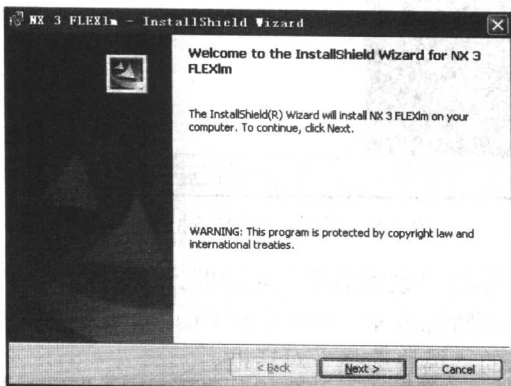

图 1-3 “服务安装开始”对话框
(2) 假定选择英语(美国), 单击“确定”按钮, 将出现如图 1-3 所示的“服务安装开始”对话框。